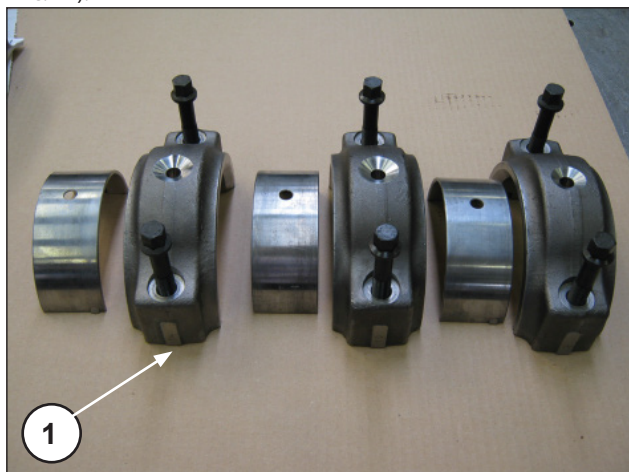
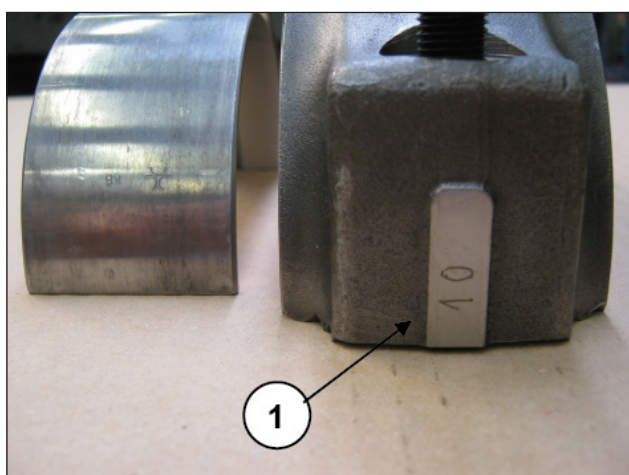

Рис. 41
Рис. 42
Соедините половинки шатунов с ранее снятыми крышками, руководствуясь номерами (поз. ①, Рис. 41 и Рис. 42).